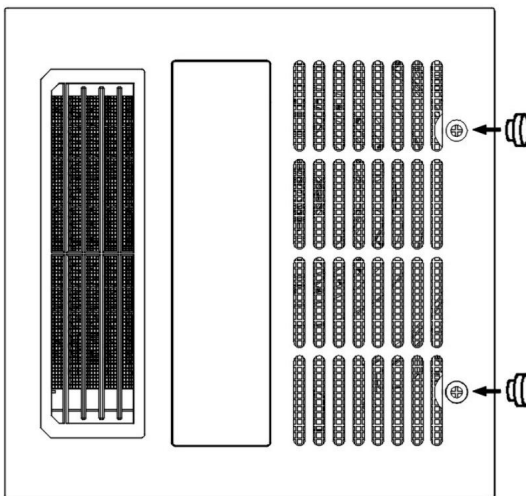

Abb.10.
11. Drücken Sie den Silikonstopfen in die beiden Schraubenlöcher. Damit sind alle Installationen abgeschlossen. (Siehe Abb. 10.)